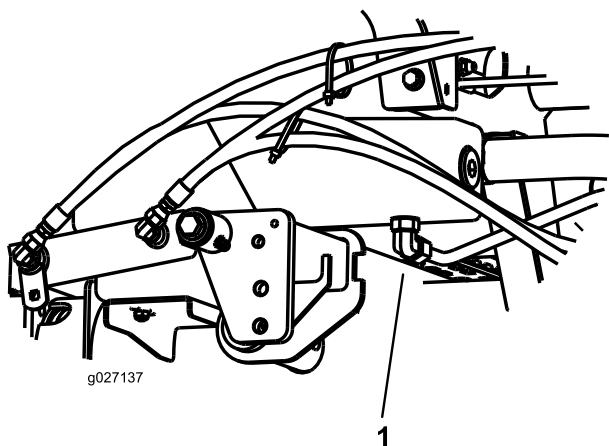

图 73
3. 在液压油箱底部安装的接头下面放置一个大放油盘图 73。